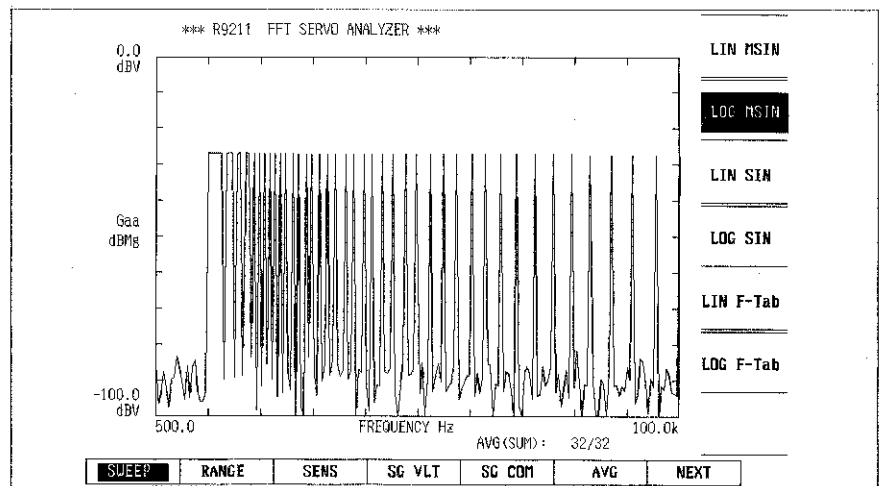

図5-2 ログ・マルチサイン出力例
- (2) 1ディケード～ 6ディケードまでの対数周波数の周波数応答関数測定ができます。⇒ログ周波数掃引による低域周波数の高分解能化 (図5-2 を参照)